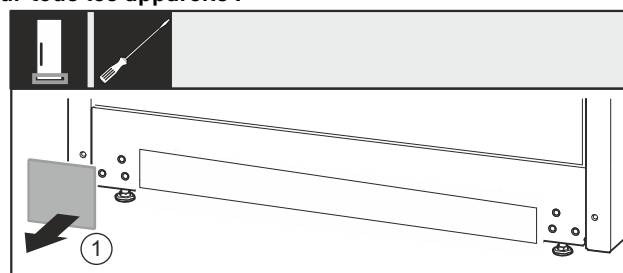

Fig. 36
- Retirer le cache Fig. 36 (1).